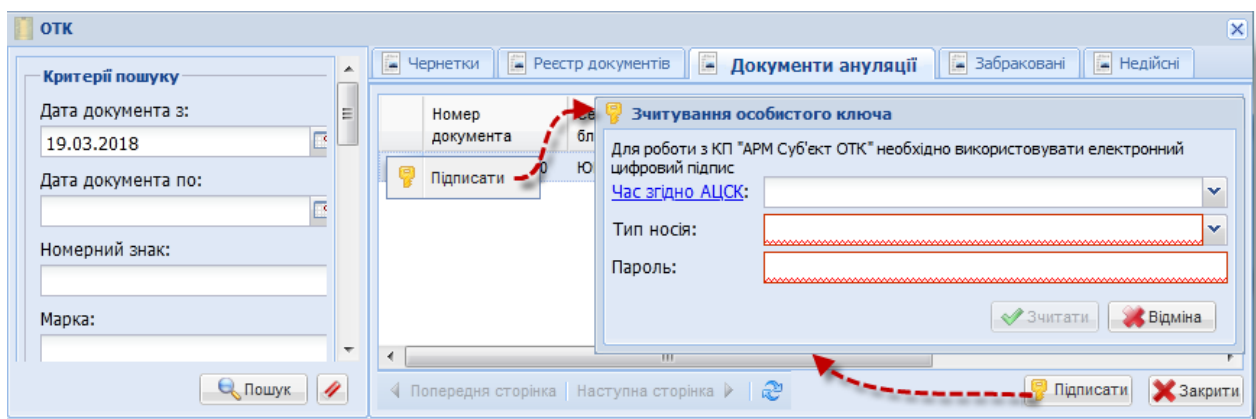

Рисунок 3.101
- знайти потрібний рядок, натиснути кнопку **Підписати** (рис. 3.101)
Якщо необхідно – застосувати сценарій пошуку потрібного рядку (див. пп. 3.5.3). Відобразиться вікно **Зчитування особистого ключа** (рис. 3.101).